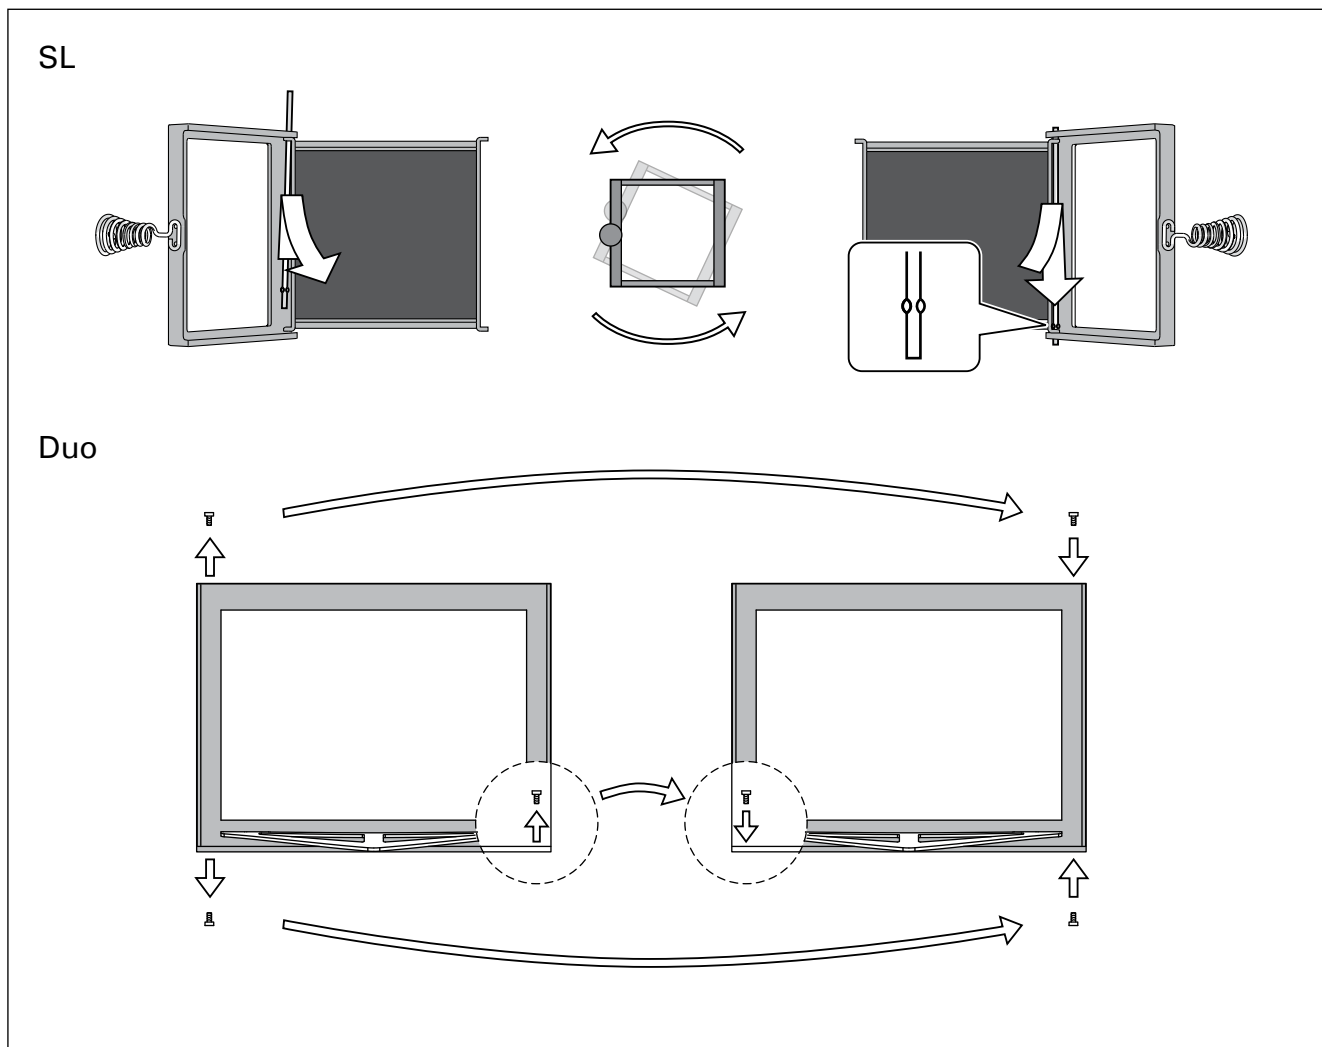

Рисунок 12. Изменение стороны подвески дверцы каменки
- Демонтируйте ось и дверцу каменки (см. рисунок 12).
Дверь топки можно подвесить так, чтобы она открывалась либо вправо, либо влево. Рисунок 12.